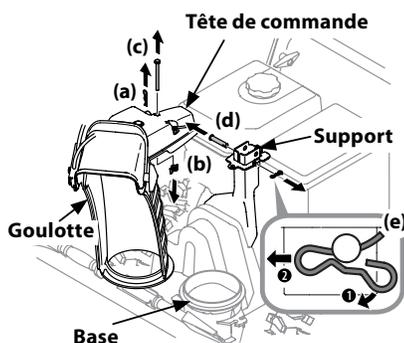

Figure 2-19
1. Retirez la goupille fendue (a), l'écrou papillon (b) et le boulon (c) qui se trouvent sur la tête de commande, puis retirez l'axe de chape (d) et la goupille fendue (e) du support. Voir Figure 2-19.